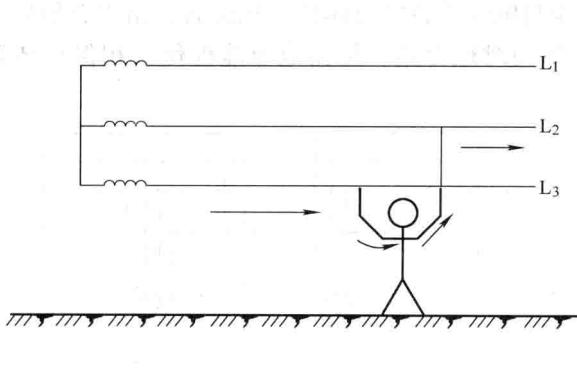

图 1-2 两相触电
(2) 两相触电 人体的不同部位同时接触同一电源的任何两相导线引起的触电，称为两相触电，如图 1-2 所示。此时，电流由一根导线通过人体流至另一根导线，人体承受的电压等于电源线电压，这样两相触电比单相触电更危险。